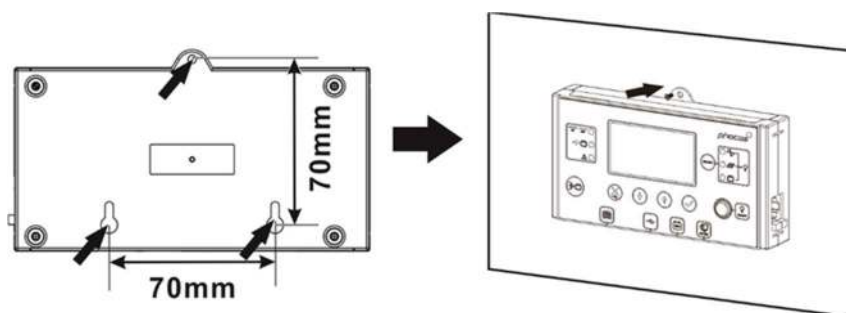

Abb. 12: Fernanzeigemodul Montagelochpositionen
5. Bohren Sie die drei Befestigungslöcher in den markierten Abständen von 70 mm bzw. 2,76 in (**Abb. 12**, links). Verwenden Sie M3 bzw. Durchmesser Größe Nr. 4 Schrauben. Die Schraubenköpfe müssen zwischen 5 ~ 7 mm (0,2 ~ 0,3 in.) Durchmesser haben. Schrauben Sie die unteren beiden Schrauben in die Wand, an der das Anzeigemodul montiert werden soll. Lassen Sie die Schraubenköpfe 2 mm (0,08 in.) von der Wand herausragen. Schieben Sie das Anzeigemodul auf die hervorstehenden Schraubenköpfe nach unten. Nun die dritte Schraube oben einsetzen und anziehen (**Abb. 12**, rechts).